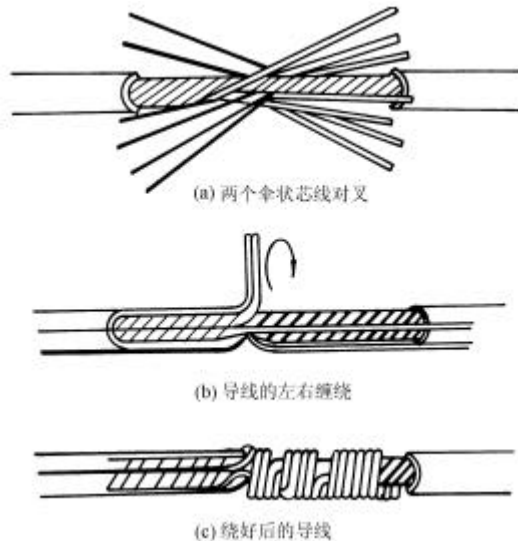

图 1-3 7 股铜导线的直接连接
① 7 股铜导线的直接连接：
a. 首先剖去导线的绝缘层，用砂纸将芯线表面擦净，把接近绝缘层 1/3 段的芯线绞紧，把余下的 2/3 段芯线分散成伞状，逐根拉直。再把两个伞状芯线线头隔根对叉，如图 1-3 (a)
b. 将一端的 7 股线按 2,2,3 根分成三组，然后把张开的各线端合拢，紧贴于所连接的导线。接着扳起一组二根芯线，按顺时针方向缠绕于对叉连接处 2 圈~4 圈，余下的线向右扳直，如图 1-3 (b) 所示；
d. 再把第三组的 3 根芯线扳直，也按顺时针方向紧压着前 4 根扳直的芯线向右缠绕 3 圈~5 圈后，切去每组多余的芯线，钳平线端即可，如图 1-3 (c) 所示。